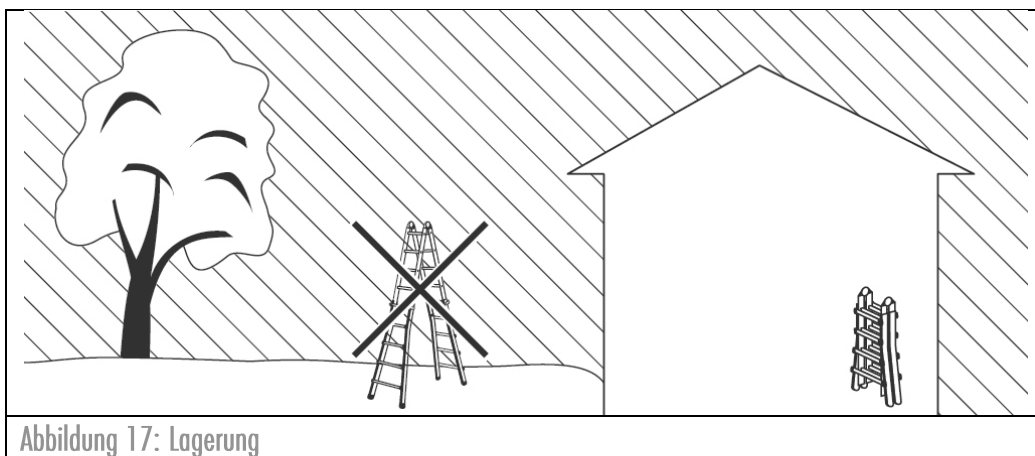

Abbildung 17: Lagerung
- Die Lagerung der Leiter sollte in einer trockenen Umgebung senkrecht stehend oder flach liegend erfolgen (Abbildung 17).
- Jegliche Beschädigungen müssen ausgeschlossen werden und alle Teile vor Witterungsverhältnissen geschützt sein (Abbildung 17).